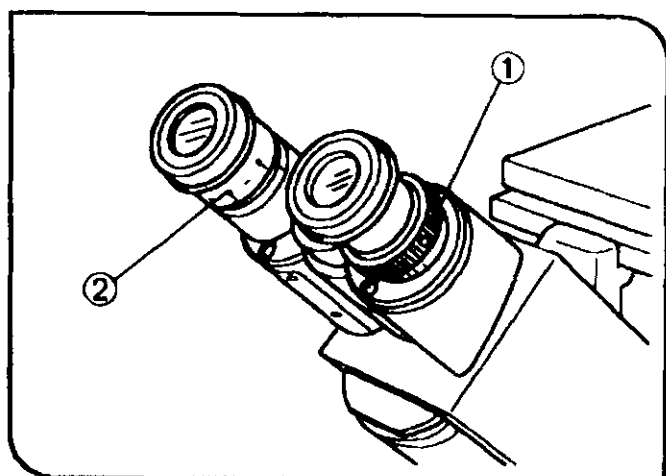

图 21
③ 记下你的瞳距以便下次调用。
### (2) 调节屈光度 (图 21 和 22)
③ 使用尽可能高的放大倍率的物镜可以改善屈光度调节的精确度。
1. 边通过右目镜观察,边转动右目镜筒上的屈光度调节环1,直到视场周边区域清晰可见。(图 21)
③ 屈光度也可以使用目镜测微尺调节。
3. 通过左目镜观察,只转动左目镜上的屈光度调节环2对样品聚焦。(图 21)
③ 注意:取景目镜不能安装到双目观察筒的目镜筒上。
1. 使用左眼通过左目镜观察,转动目镜上部隆起的环2,直到在视场中能够清晰区分双十字线。(图 21 和 22)